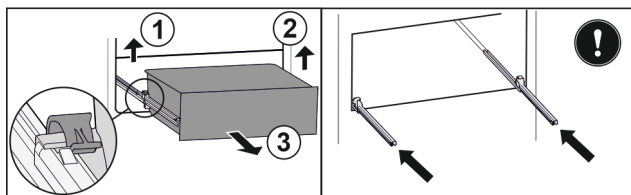

Fig. 46
- ▶ Повдигнете лявата скоба и едновременно с това изтеглете напред чекмеджето отляво. Fig. 46 (1)
- ▶ Повдигнете дясната скоба и едновременно с това изтеглете напред чекмеджето отдясно. Fig. 46 (2)
- ▶ Извадете чекмеджето напред. Fig. 46 (3)